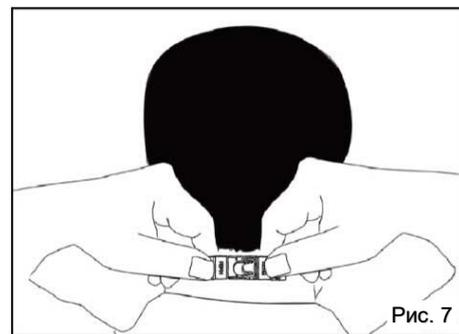

Рис. 7
1. Поместите головной ремень на затылок. Оттяните нижний ремешок назад и наденьте респиратор на рот и нос (Рис. 7).